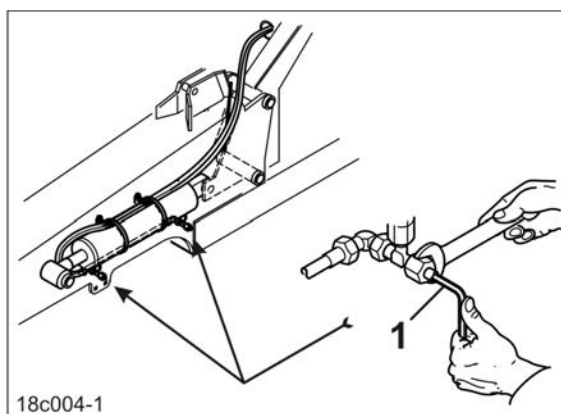

Fig. 108
Med en unbraconøgle (Fig. 108/1) ændres åbningskanalen for en drosselventil og dermed olietilførslen til hydraulikcylinderen. Maskinen har 4 drosselventiler.
2. Foretag en indstilling [se skemaet (Fig. 108)].